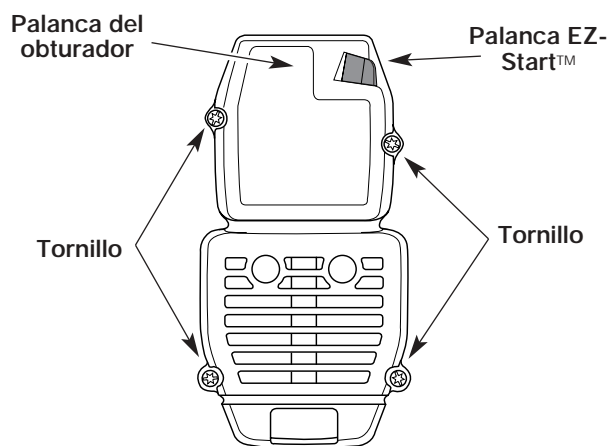

Fig. 36
1. Saque los cuatro (4) tornillos que sostienen la cubierta del silenciador / filtro de aire (Fig. 36). Use un destornillador de vástago plano o de broca Torx N° T20.
2. Inserte los cuatro (4) tornillos en los orificios de la cubierta del silenciador / filtro de aire (Fig. 36) y ajústelos. **No los ajuste demasiado.**